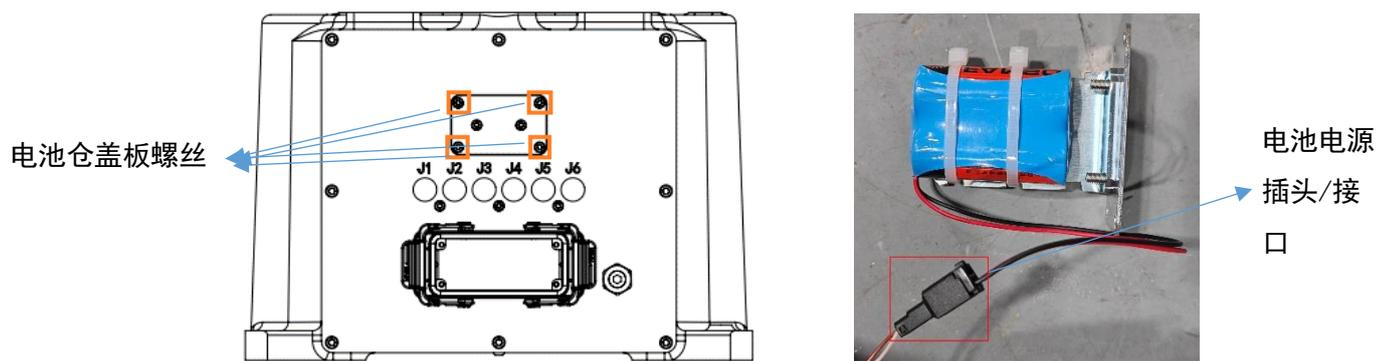

图 6.1 机械本体编码器电池仓螺丝与电池
- 1) 拧掉图 6.1 所示的电池仓盖板螺丝，将编码器电池仓盖板拉出；
- 3) 拔出图 6.1 所示电池电源插头，取下旧电池；
- 4) 将新电池电源插头插入图 6.1 所示电池电源接口处；
- 6) 盖上电池仓盖板，拧紧图 6.1 所示的电池仓盖板螺丝；